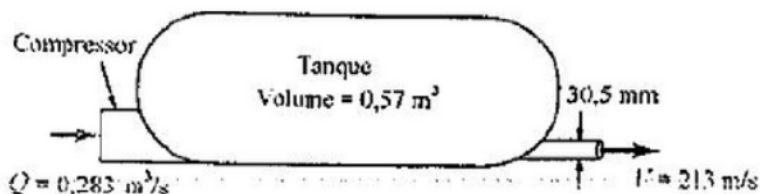

Fig. P5.15
5.15 O compressor indicado na Fig. P5.15 é alimentado com $0,283 \text{ m}^3/\text{s}$ de ar na condição padrão. O ar é descarregado do tanque através de uma tubulação que apresenta diâmetro igual a $30,5 \text{ mm}$. A velocidade e a massa específica do ar que escoam no tubo de descarga são iguais a 213 m/s e $1,80 \text{ kg/m}^3$.